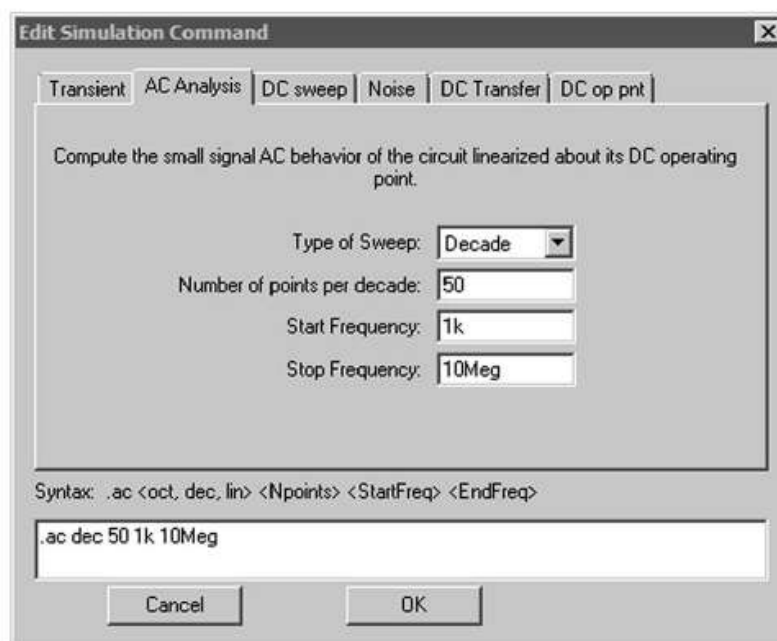

Figure 3.26
18. Vous allez maintenant choisir et paramétrer la simulation. Vous cliquez sur le menu **Simulate** \Rightarrow **Edit Simulation Cmd**. Une fenêtre s'ouvre, vous choisissez l'onglet **AC Analysis** qui va vous permettre de tracer le diagramme de Bode de la réponse de ce montage pour une excitation de la source V1 qui délivre un signal sinusoïdal d'amplitude 1 volt. Dans la première fenêtre **Type of Sweep**, vous choisissez **Decade**, pour **Number of points per decade**, puis vous choisissez **50**, ce qui nous donnera une courbe parfaitement lissée. Vous choisissez un balayage de fréquence démarrant à **Start Frequency = 1k** et se terminant à **Stop Frequency = 10Meg** (pour un balayage de fréquence de 1 kHz à 10 MHz), figure 3.26.